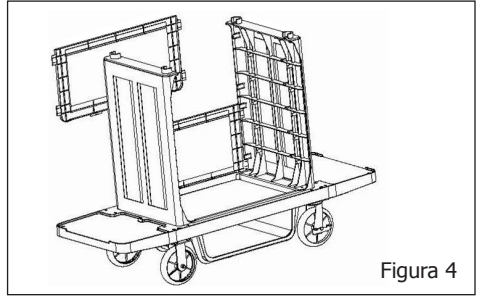

Figura 4
- Coloque as tábuas posteriores nos encaixes das tábuas laterais. (Figura 4)